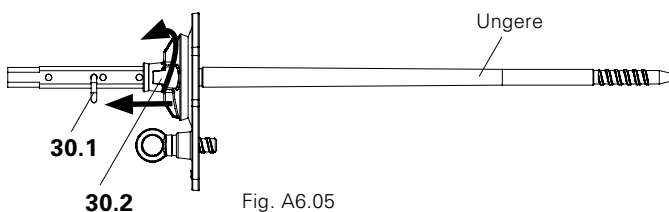

Fig. A6.05
2. Avvitare la piastra orientabile (30.2) fino all'inserto a molla. (Fig. A6.05)